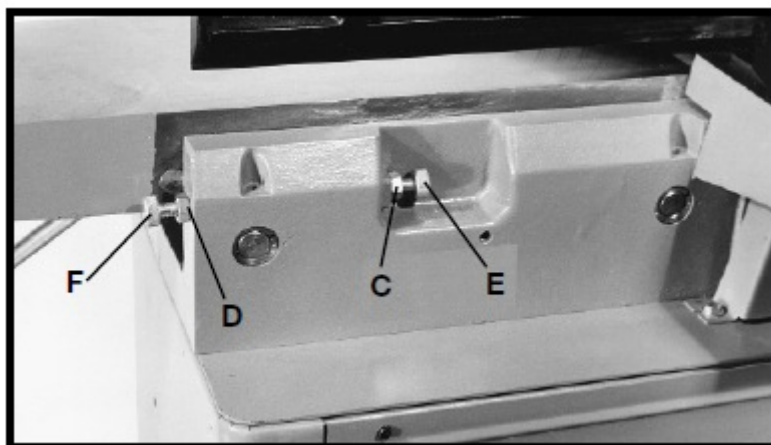

Рис. 20
Жёсткие упоры предусматриваются для ограничения высоты подводного стола. Жёсткие упоры можно регулировать ослаблением контргаек (C) и (D), рис. 20, и вращением двух регулировочных винтов (E) и (F). Рекомендуется, чтобы высота подводного стола регулировалась так, чтобы стол в своей наивысшей точке был на 0,5 мм ниже наивысшей точке ножей. Это важная характеристика фуговального станка, обеспечивающая быстрое позиционирование подводного стола для чистового или окончательного резания.